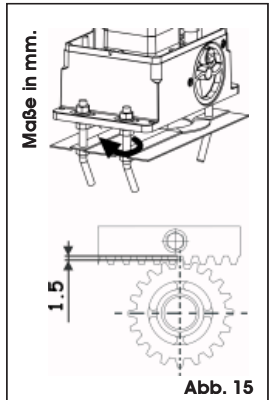

Abb. 15
- Nach Abschluß der Installation der Zahnstange sollte die Position des Getriebemotors um ca. 1,5 mm (Abb. 15) abgesenkt werden, um ein korrektes Eingreifen in das Ritzel zu gewährleisten.